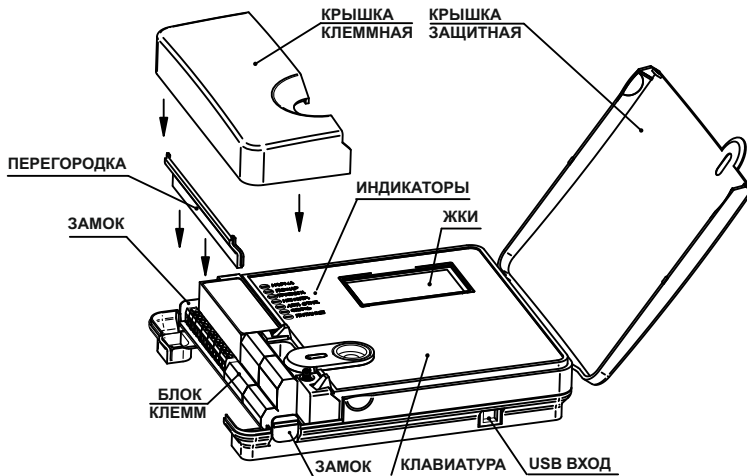

Рисунок 10
- б) обеспечить доступ к клеммникам прибора, для чего необходимо (см. рисунок 10):